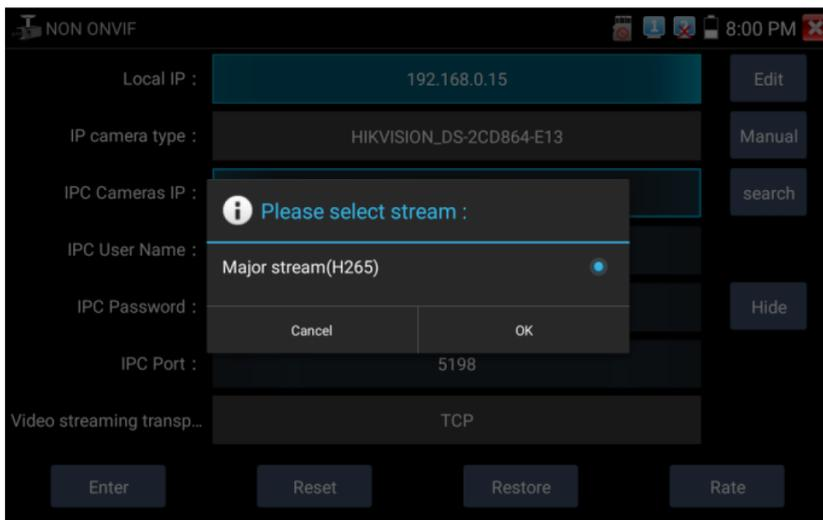

Рис. 63 Выбор потока для IP видекамеры
- Stream code (Выбор потока). Позволяет выбрать основной (major) или субвидеопоток (minor) для подключенной с использованием RTSP протокола IP видекамеры (рис. 63)